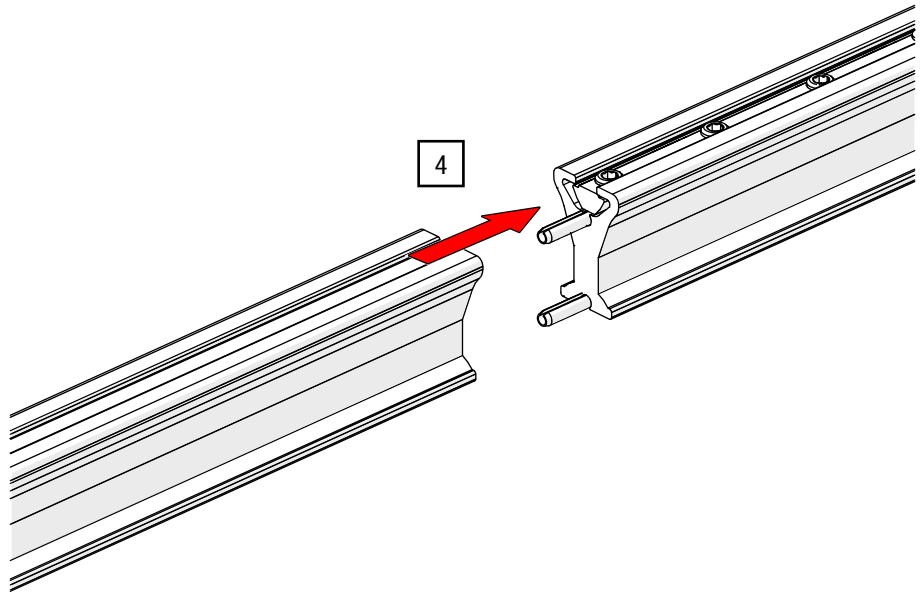

Abb. 19: Schienenverbinder – Schienenteile zusammenstecken
4. Stecken Sie das zweite Schienenteil auf die Verbindungsstifte und positionieren Sie es bündig mit dem ersten Schienenteil (siehe Abb. 19).